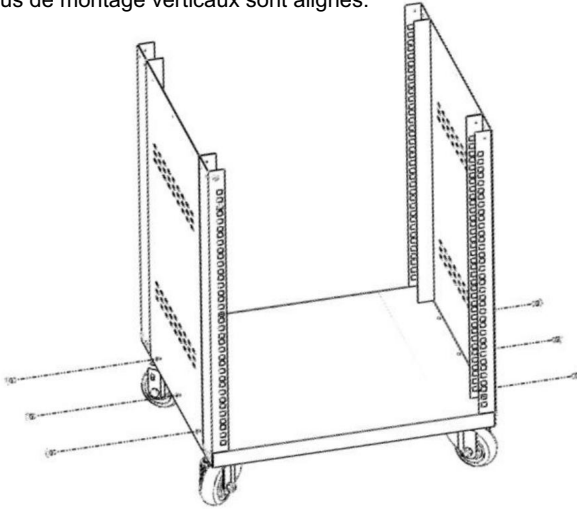

figure 3
3. Alignez le panneau latéral avec le panneau inférieur, fixez-le avec 3 vis à tête cruciforme M5 à l'aide d'un tournevis électrique. Adoptez ensuite la même étape pour fixer un autre panneau latéral. Voir la figure 3.